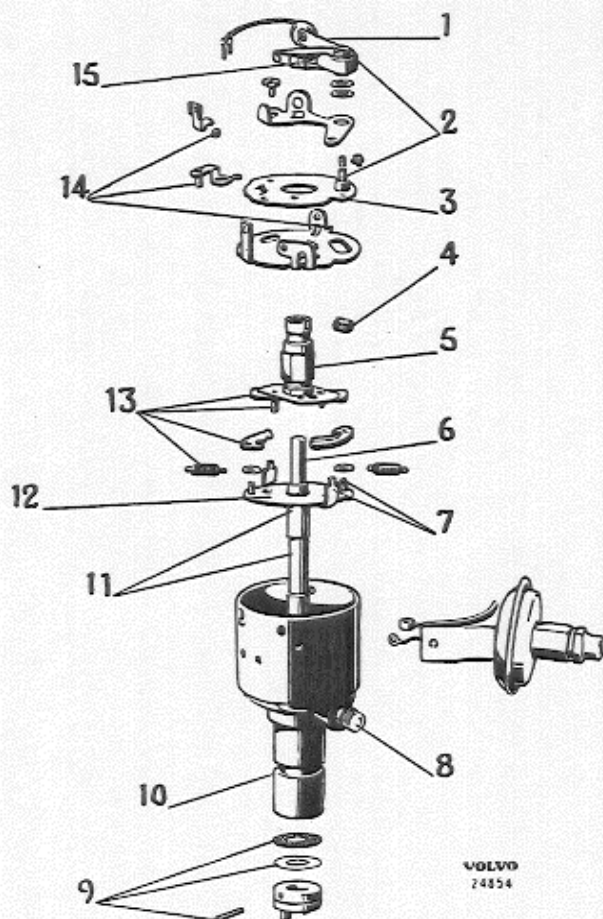

Fig. 3-63. Smeerschema voor stroomverdeler
1. Zet de Resitex plaat op de verdeleras en de fiber ringen hier weer op, zie Fig. 3-59. Smeer en breng de centrifugaalgewichten op hun plaats. Breng de borgveren aan. Zie wat de smering betreft Fig. 3-63.